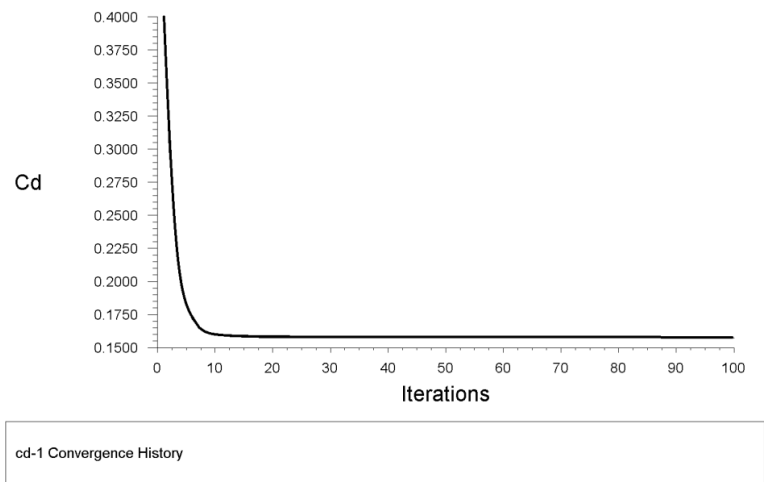

Рис. 1.57
- 6) Значение коэффициента трения $Cd=1$ будет выведено в окно консоли и построено во втором графическом окне, рис. 1.57.